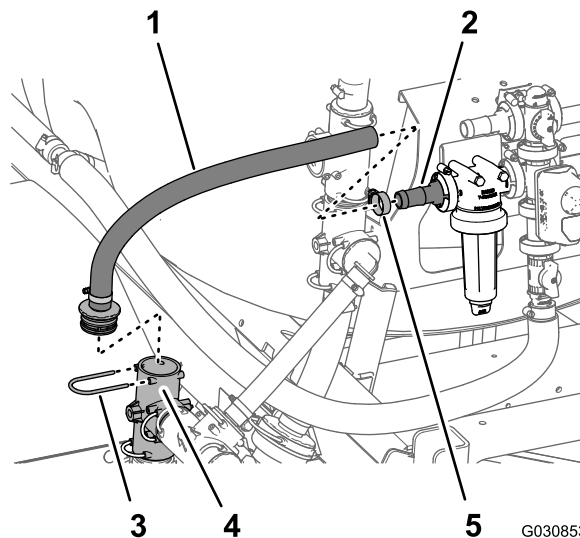

Bild 104
1. Befestigen Sie den Mittelpunkt des geraden gezahnten Anschlussstücks am Ende des Zulaufschlauchs (1" x 23-1/8") mit dem Halter, den Sie in Schritt 3 in Entfernen des Rührwerkventils, Kugelventils und der Schläuche \(Seite 34\) entfernt haben, im T-Anschlussstück des Auslaufanschlusses für die Sprühpumpe (Bild 104).
2. Montieren Sie den Zulaufschlauch (1" x 23-1/8") mit dem geraden gezahnten T-Anschlussstück am geraden gezahnten Anschlussstück im Filterkopf (Bild 104).